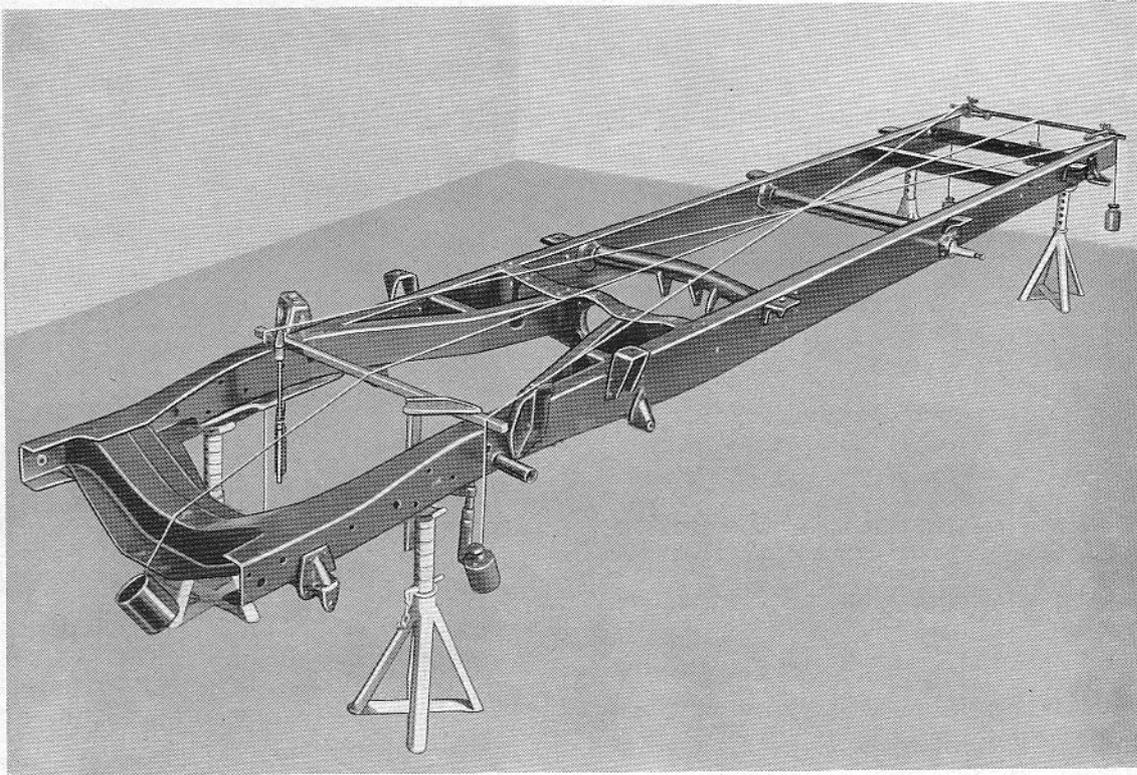

Bild 3 – Auf Böcke aufgesetzten Rahmen mit übergehängten Meßdrähten
1. Ausgebauten Rahmen auf Böcke aufsetzen und möglichst waagrecht ausrichten (Bild 3).
8. Meßdrahtstück – Stahldraht 0,3–0,5 mm dick – gewichtsbelastet von Mittenmarkierung der hinteren Meßleiste über Mittenmarkierung der vorderen Meßleiste zum vorderen Querträger führen und herabhängen lassen (Bild 3).